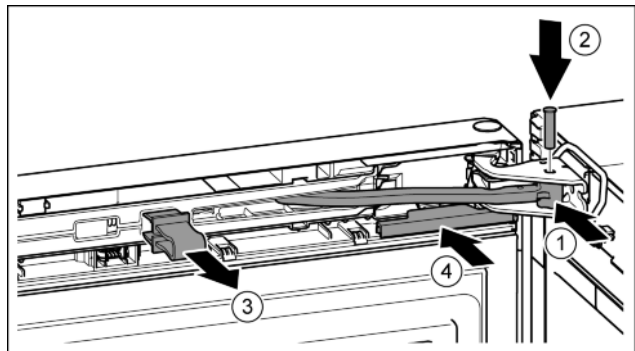

Fig. 49
- Forgassa a csapágybakba a csuklót. Fig. 49 (1)
- Helyezze be a csapágybakba és a csuklóba a csapszeget. Közben ügyeljen közben arra, hogy a bekattanó bütyök megfelelően illeszkedjen a horonyba. Fig. 49 (2)
- Vegye le a biztosítékot. Fig. 49 (3)
- Tolja fel a fedelet. Fig. 49 (4)